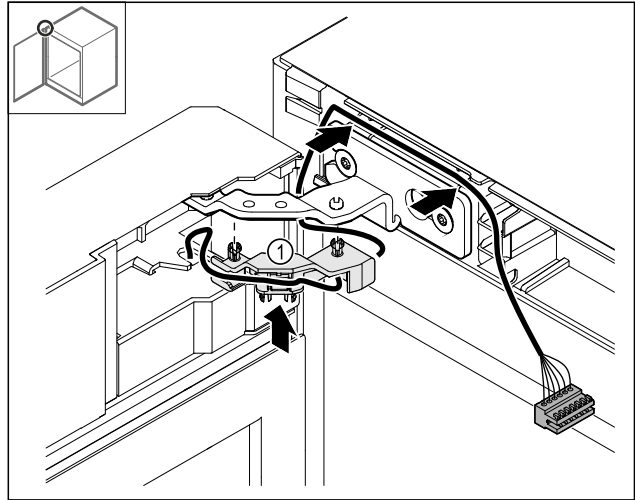

Fig. 48
- ▶ Zatlačte držiak kábla Fig. 48 (1) do závesu.